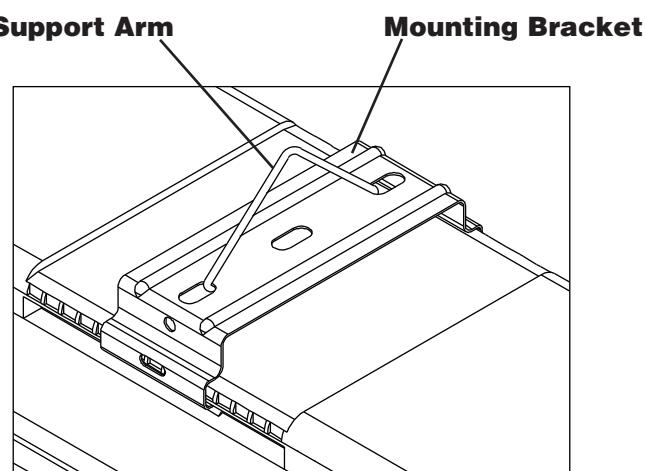

Figure 4
4. Lift fixture housing (1) to mounting brackets (6) and snap in place. **See Fig. 4.** Confirm fixture is securely mounted.
6. Install wire support arms to mounting brackets (6) by snapping into oval slots. **See Fig. 4**
7. Snap mounting bracket (6) onto back of fixture housing. **See Fig. 4**
4. Soulever le boîtier du luminaire jusqu'aux supports de montage et l'enclencher dans chaque support. Voir la figure 4. L'appareil est maintenant en place. Confirmer que le luminaire est bien monté et fixé.
4. Levante la caja de la luminaria los soportes de montaje y cierre a presión. Vea Fig. 4. Luminaria está asegurada. Asegúrese de que el equipo esté bien montado.
6. Installer les ferrures de soutien aux supports de montage en les enclenchant dans les encoches ovales. Voir la figure 4.
7. Enclever le support de montage au dos du boîtier de l'appareil. Voir la figure 4.
6. Instale los brazos sostenedores del alambre a los soportes de montaje cerrándolos de golpe en las ranuras ovaladas.- Vea Fig. 4
7. Cierre a golpe el soporte de montaje a la parte trasera de la caja de la luminaria. Vea Fig. 4.